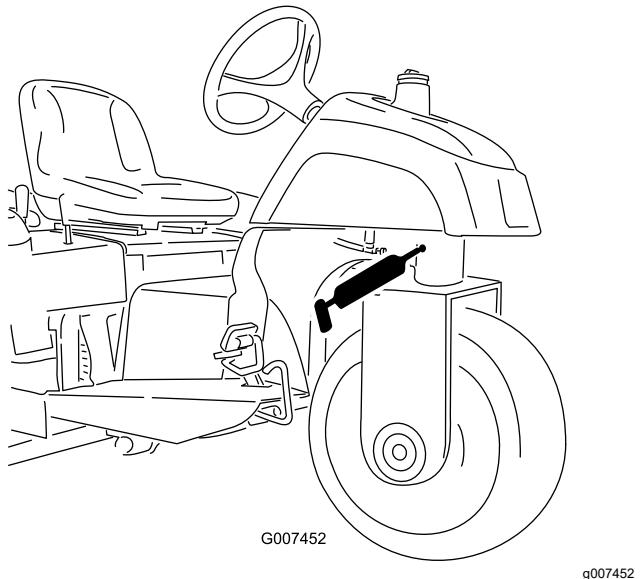

Figura 22
- 1 cojinete de pivote de dirección (Figura 22).